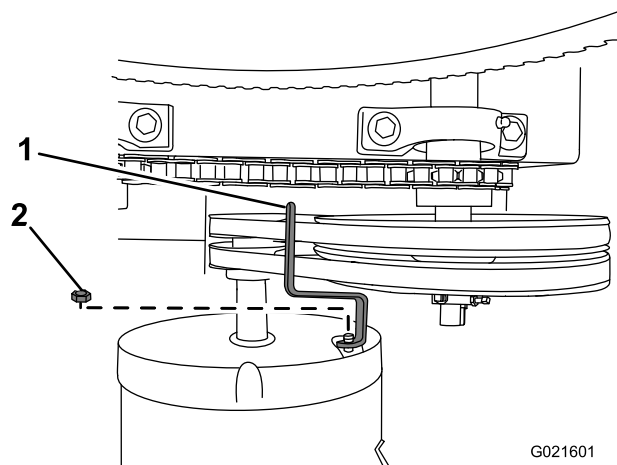

Figura 37
3. Retire la tuerca que sujeta la guía de las correas al motor, y retire la guía de las correas (Figura 37).
7. Sujete la guía de las correas provisionalmente al motor (Figura 37) con el perno que se retiró en el paso 3 de Retirada de las correas \(página 26\).